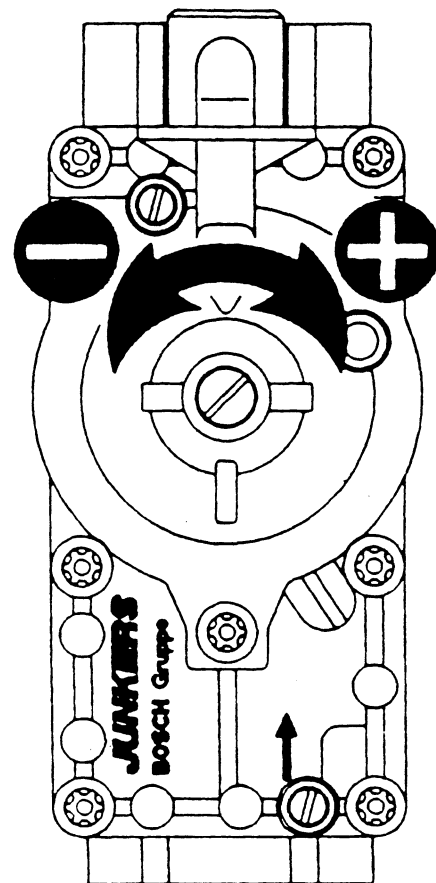

Fig. 15
- Se il valore rilevato differisce da quello sopra menzionato, ricondurlo nei valori prescritti tramite la vite di regolazione posta sulla valvola gas (fig. 15).
- Girando in senso orario la vite di taratura (fig. 15 pag. 20) aumenta il CO₂ nei gas combusti.